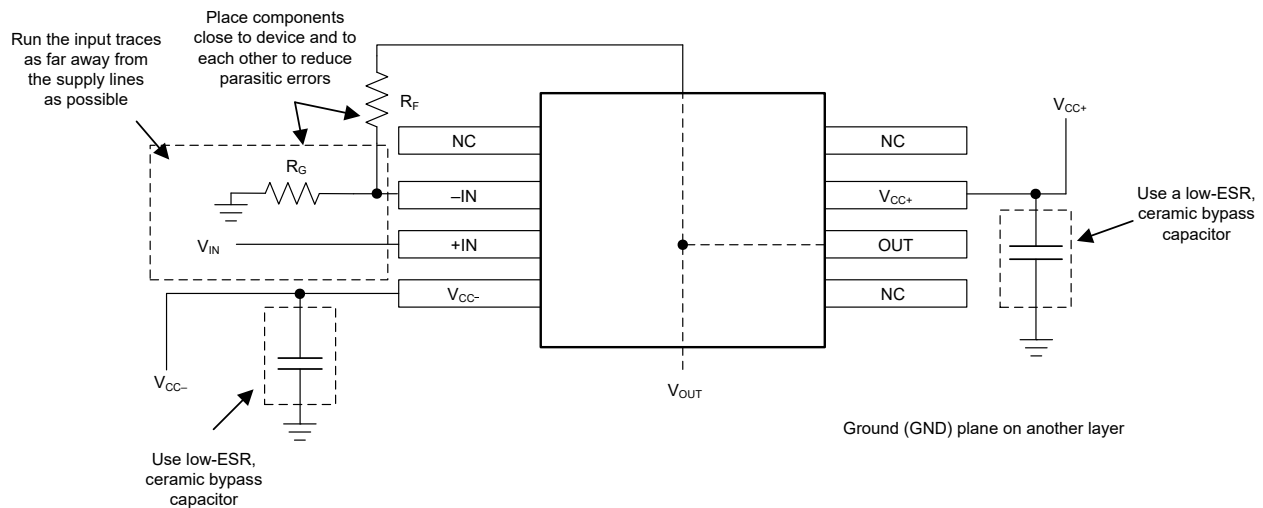

図 7-4. 非反転構成のオペアンプ基板のレイアウト
4. 外付け部品は、可能な限りデバイスに近く配置します。図 7-4 は、寄生容量を最小限に抑えるため、 $R_F$  と  $R_G$  は反転入力に近い近くに配置する方法を示します。